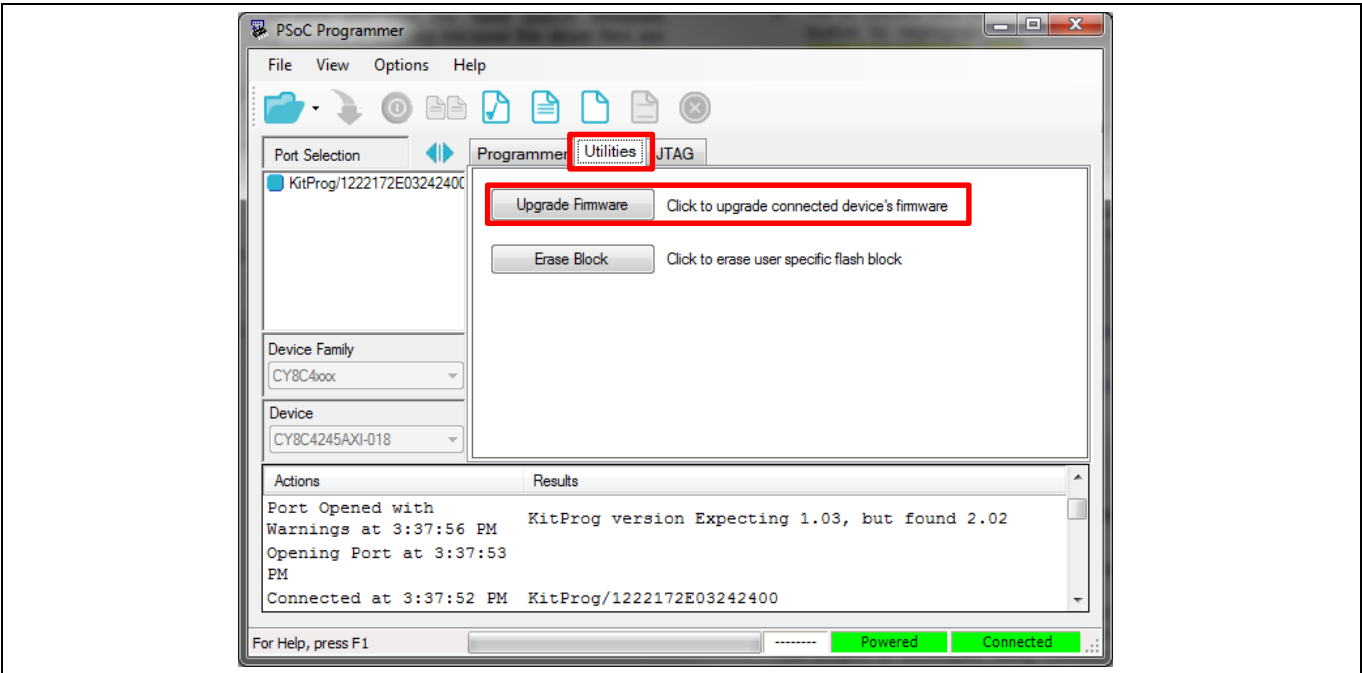

Figure 9 使用 PSoC™编程器升级固件
- c) 进入 **Utilities** 选项卡，然后点击 **Upgrade Firmware**，以便使用原始的套件固件重新编程 PSoC™ 5LP (Figure 9)。